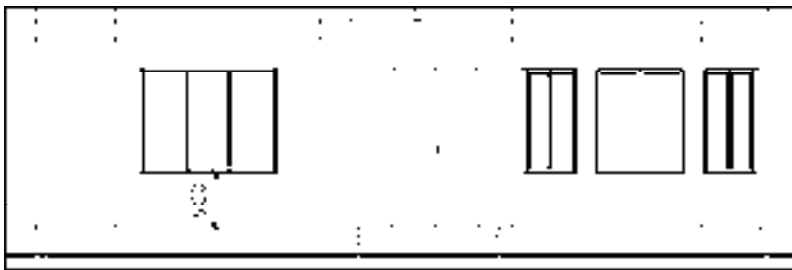

图 13-168 移动图形
2) 调整窗台高度。调用“移动”命令,选择一层的窗户图形,设置距离参数为500mm,向下移动图形,结果如图13-168所示。